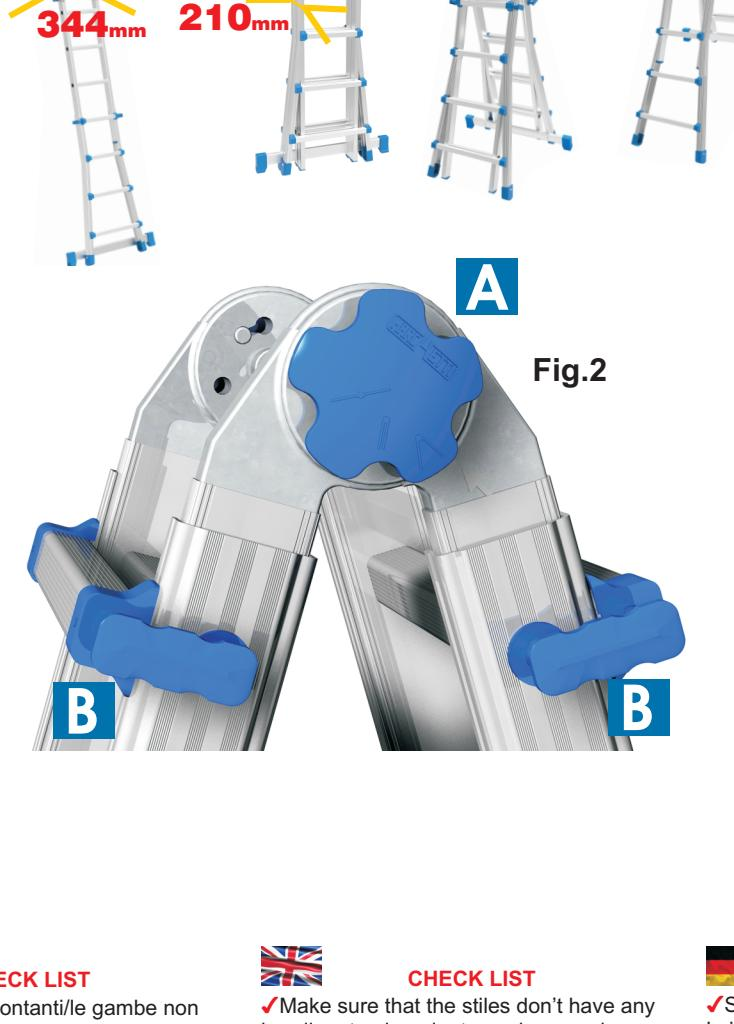
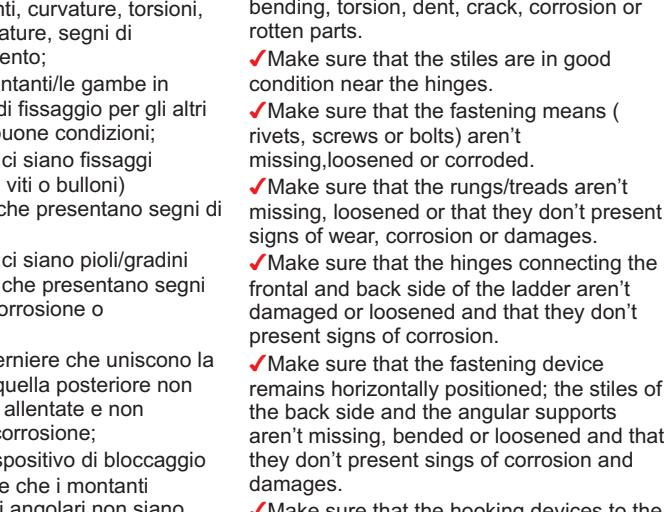

Fig.1
Fig.2
- Le scale possono assumere 4 posizioni: chiusa, allungata, doppia, doppia zoppa. (Fig.1)
- Per passare da scala chiusa alle altre posizioni, estrarre le 2 impugnature A (Fig.2) e ruotarle fino a far coincidere la figura relativa alla posizione prescelta con la freccia stampata sulla cerniera. Per raggiungere altezze superiori, sia nella posizione allungata che a scala doppia, estrarre i 4 ganci laterali B e ruotarli leggermente. (Fig.2)
- EQUIPE can assume 4 positions: closed, extended, double, adjustable double. (Fig.1)
- In the Equipe handle are printed the imagine of positions, to move from the closed position to the other positions, pull out the 2 handles A (Fig.2) and rotate them until the imagine for the selected position matches the arrow printed on the hinge. To reach higher heights, both in the extended and double ladder position, pull out the 4 side hooks B and rotate it slightly. (Fig.2)
Die Leiter kann 4 Positionen einnehmen: geschlossen, ausgefahren, doppelt, doppelte Treppe. (Abb.1) Um von der geschlossenen Treppe zu den anderen Positionen zu gelangen, ziehen Sie die 2 Griffe A (Abb.2) heraus und drehen Sie sie, bis die der gewählten Position mit dem auf dem Scharnier aufgedruckten Pfeil übereinstimmt. Um die Leiter in der Höhe zu verstellen, sowohl in der ausgefahrenen Position, als auch für die Stehleiter, die 4 seitlichen Haken B herausziehen und leicht drehen.(Abb.2)
- Il existe 4 positions pour les échelles : fermée, allongée, double, pied de renfort double.(Fig.1)
- Pour passer de l'échelle fermée aux autres positions, tirez les 2 poignées A (Fig.2) et les faire pivoter jusqu'à faire coïncider la figure correspondante avec la position pré-choisie avec la flèche imprimée sur la charnière. Pour atteindre des hauteurs plus élevées, aussi bien en position allongée que double, tirez les 4 crochets latéraux B et les tourner légèrement. (Fig.2)
- Las escaleras puede colocarse en 4 posiciones: cerrada, extendida, doble, pied de renfort double.(fig. 1)
- Para pasar de la escalera en posición cerrada a las demás posiciones, extraiga las 2 empuñaduras (Fig.2) y gírelas hasta que la figura relativa a la posición escogida coincida con la flecha presente en la bisagra.
- Para alcanzar alturas superiores, tanto en la posición extendida como en doble subida, extraiga los 4 ganchos laterales B y gírelos apenas.(Fig.2)